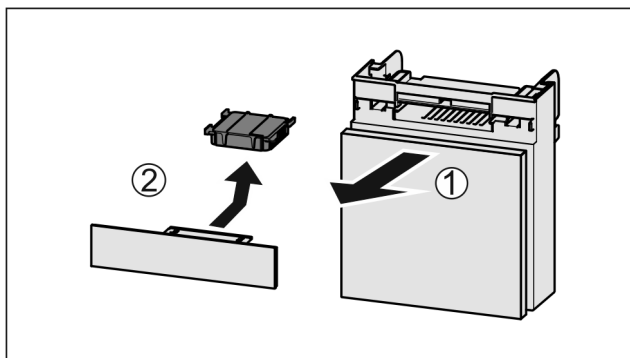

Fig. 175
- ▶ Потягніть Fig. 175 (1) відділення вперед.
- ▶ Витягнути Fig. 175 (2) фільтр з активованого вугілля.